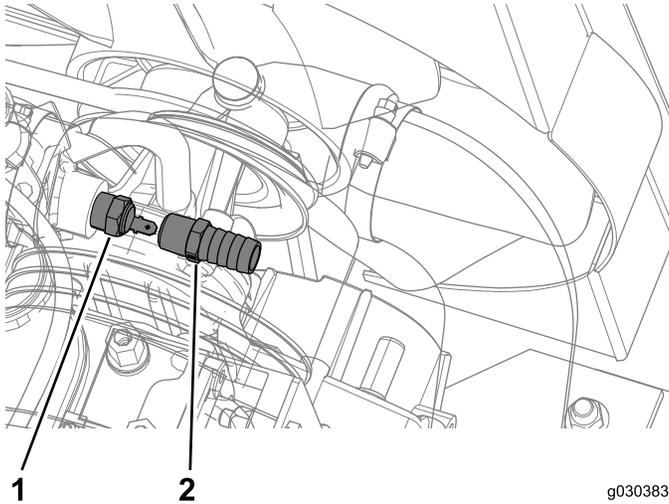

Bild 38
1. Schließen Sie den Temperatursensor ab und entfernen ihn, wie in Bild 38 abgebildet.